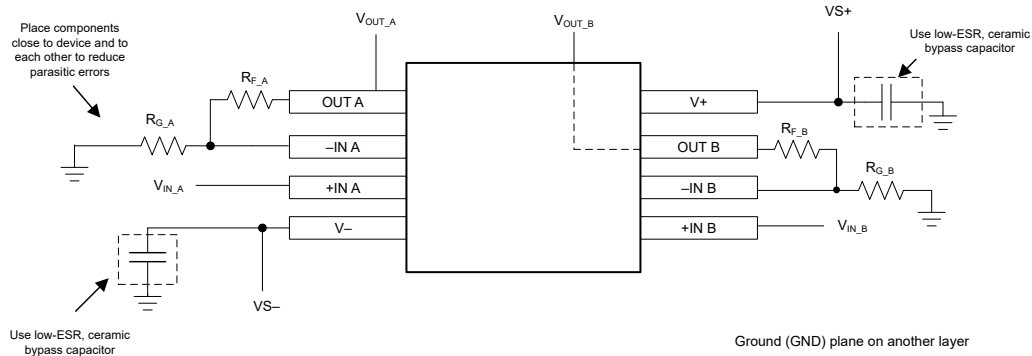

図 7-9. 非反転型アンプ構成のオペアンプ基板のレイアウト
- デカップリング コンデンサをデバイスのできるだけ近くに配置します。図 7-9 が示すように、帰還抵抗 (R3) とゲイン抵抗 (R4) は反転入力の上に配置して、寄生容量を最小限に抑えます。